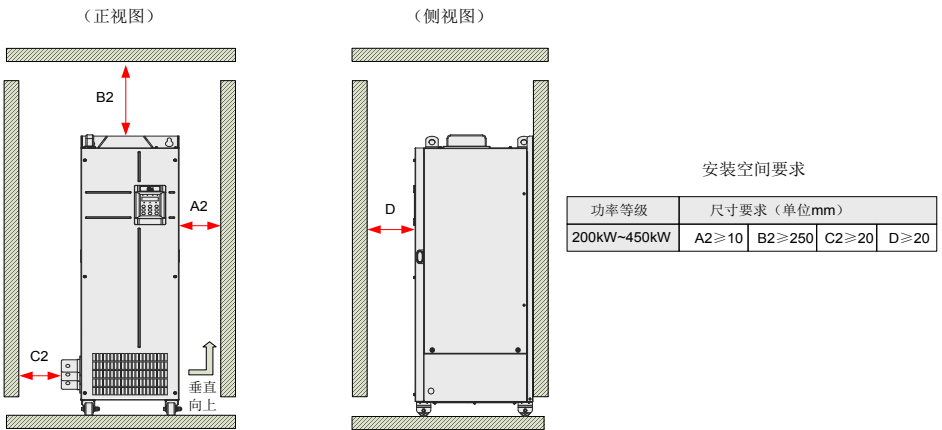
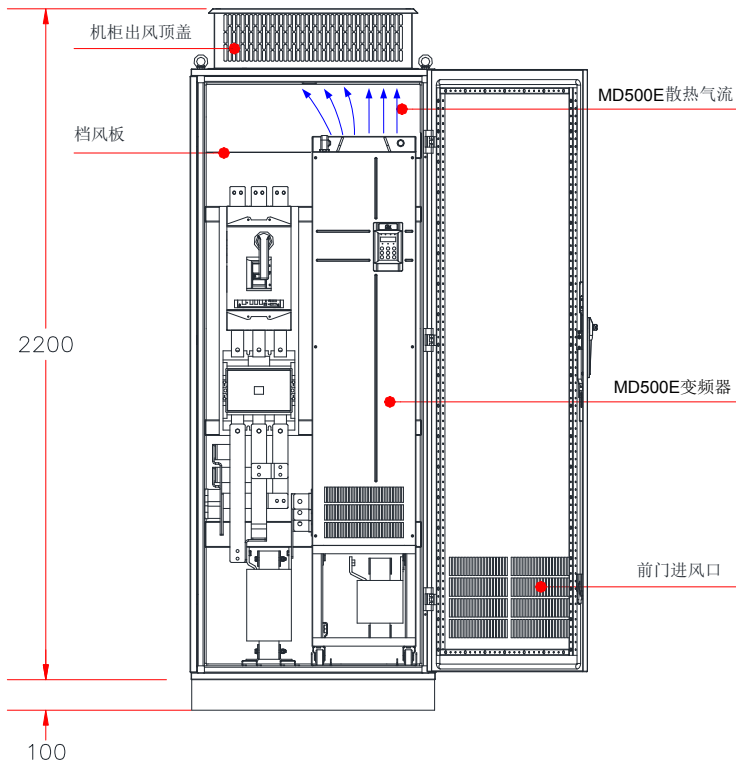
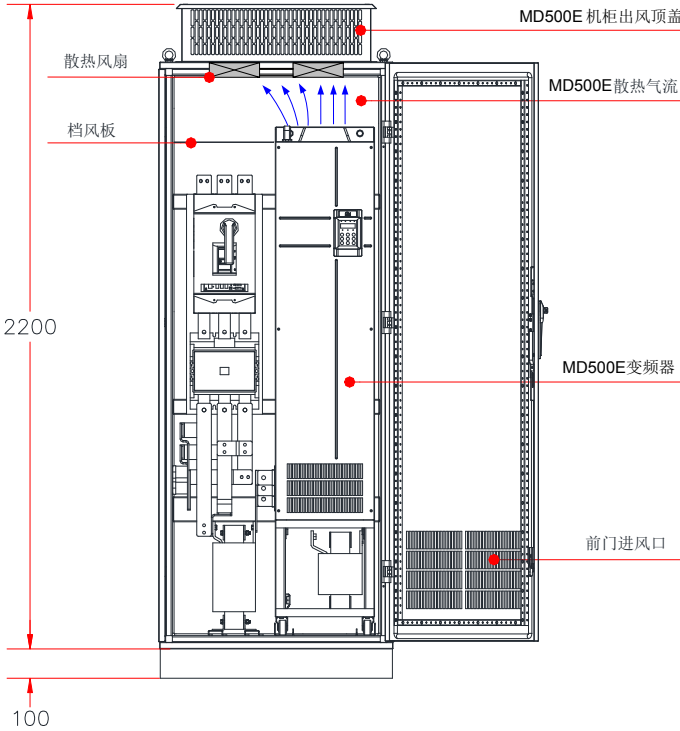

图 3-3 单台机器 [MD500ET200G(-L)~MD500ET450G(-L)] 安装空间
图 3-11 直排风机柜示意图
图 3-12 顶部风扇抽风机柜示意图 (机柜顶部带抽风风扇)
- 安装空间要求如图 3-3 所示，需要保证变频器有足够的散热器空间，预留空间时请考虑柜内其它器件的散热情况，如图 3-11、图 3-12；